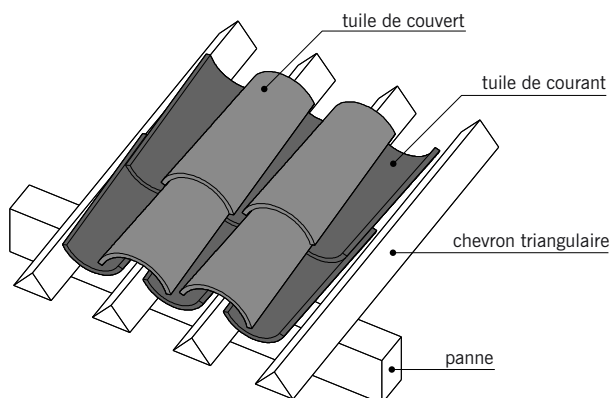

fig. 7.3
- Les chevrons à section triangulaire (fig. 7.3).
■ La **tuile canal** appelée aussi **tuile creuse** ou **tuile ronde** : il s'agit d'une tuile de forme tronconique. Une couverture en tuiles canal comprend deux lits de tuiles (fig. 7.3) :
- Des chevrons à section rectangulaire entre lesquels sont disposées les tuiles de courant (fig.7.3).